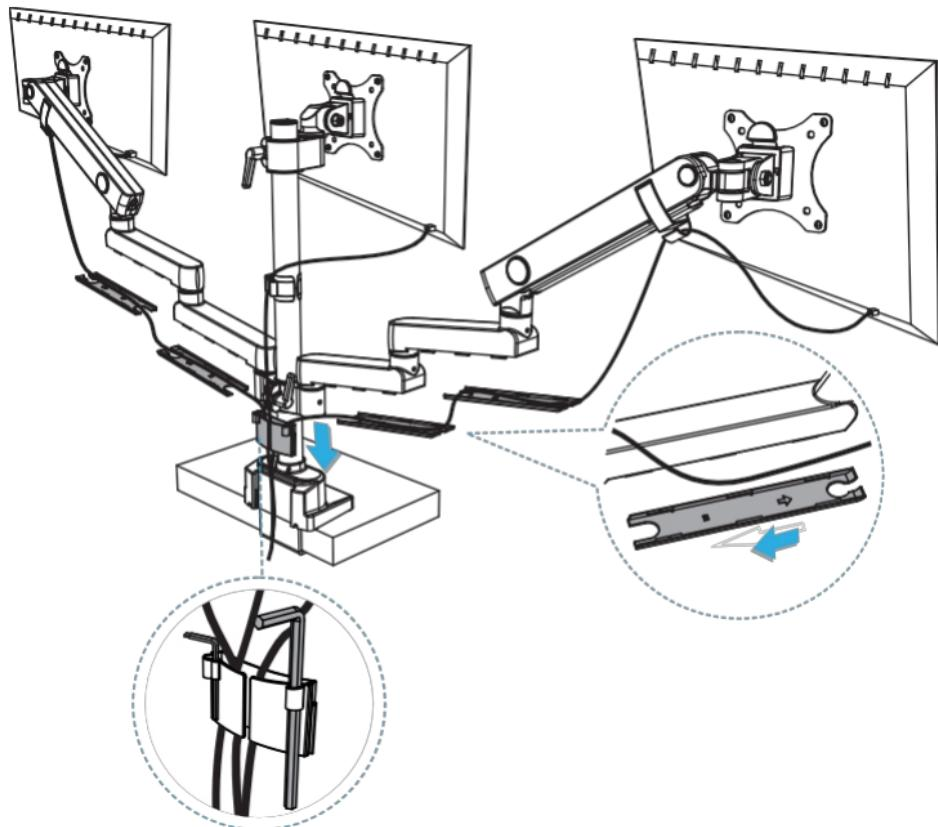

Figure 22
2. Faites passer le(s) câble(s) par les **canaux de gestion des câbles** sous les **bras pivotants**, les **clips de gestion des câbles** et le **porte-outil**. (Figure 22)
3. Remettez les **couvercles de gestion des câbles** en place sur les **bras pivotants** en les faisant glisser. (Figure 22)
4. Utilisez le **porte-outil** pour ranger la **clé hexagonale de 3 mm** avec le tournevis plat et la **clé hexagonale de 6 mm** en vue d'une utilisation ultérieure. (Figure 22)